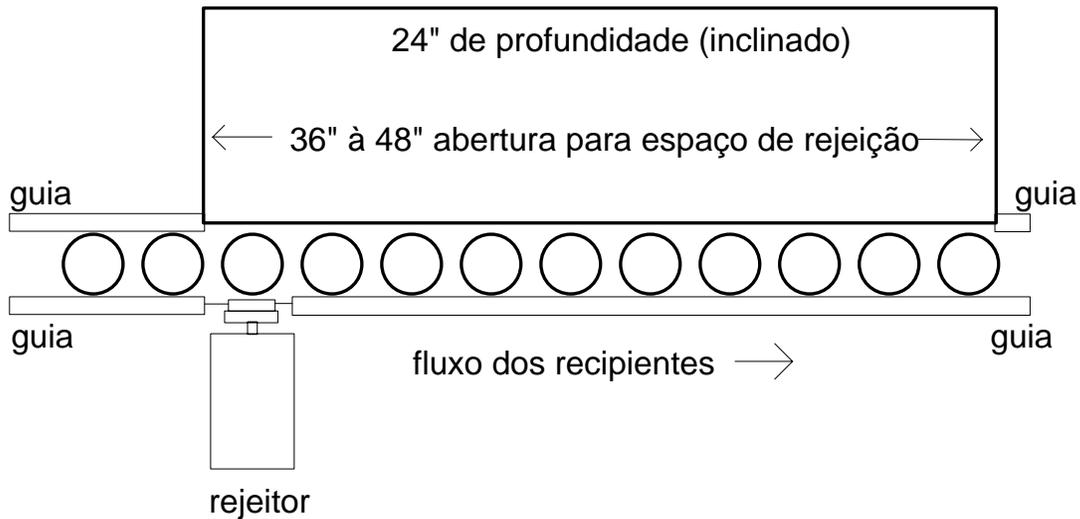

Figura 4-20 Layout da Estação de Rejeição
- A. Selecionar o local onde o guia pode ser cortado para permitir que o recipiente rejeitado possa sair do transportador. Em linhas com velocidades mais altas, a abertura do transportador deve ser mais larga. Refira-se à Figura 4-20 para se orientar neste corte.
- B. Fazer os quatro (4) furos para montagem dos parafusos.